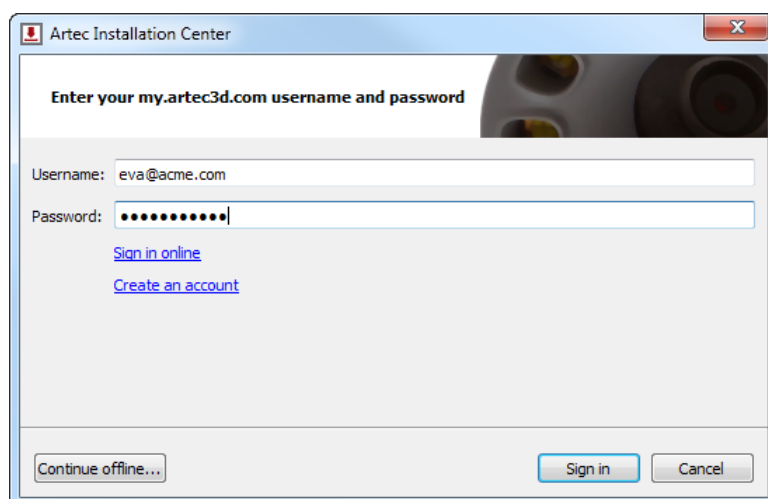

Рис. 4.2: Аутентификация в Artec Installation Center
2. По завершении загрузки откройте папку, содержащую исполняемый файл инсталлятора, запустите его и следуйте инструкциям на экране. Как только Artec Installation Center установится, откроется окно с запросом вашего электронного адреса и пароля. Для авторизации используйте данные своей учетной записи на *my.artec3d*, как показано на *Рис. 4.2*.
Если вы только начинаете установку Artec Installation Center, появится окно авторизации, как на Рис. 4.2. Если вы не подключены к интернету, см. Офлайн-активация, где описан процесс офлайн-активации Artec Studio.